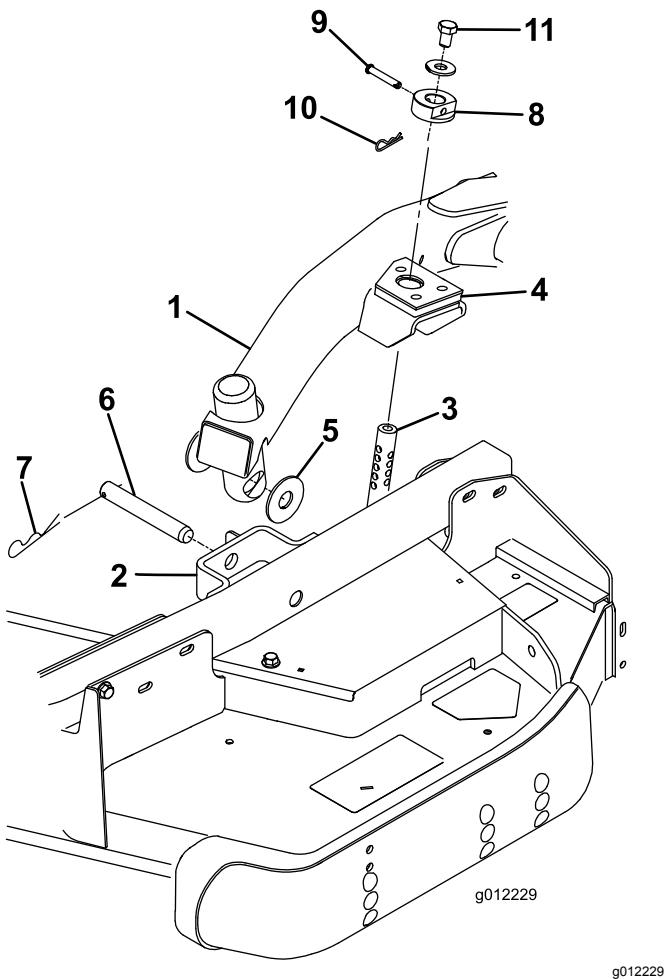

Figura 23
4. Portate la leva di sollevamento in posizione FLOAT. Spingete in basso un braccio di sollevamento fino a quando i fori nel braccio di sollevamento non sono allineati ai fori nella staffa del braccio della ruota orientabile e non potete inserire l'asta dell'altezza di taglio nei cuscinetti del braccio di sollevamento (Figura 23).
5. Fissate il braccio di sollevamento al braccio della ruota orientabile con 2 rondelle di spinta, un perno con testa e una coppiglia a forcina. Posizionate le rondelle di spinta tra il braccio di sollevamento e la staffa del braccio della ruota orientabile (Figura 23). Inserite l'estremità della coppiglia nella scanalatura nell'aletta del braccio della ruota orientabile, per fissare la coppiglia.
9. Montate i collari dell'altezza di taglio sulle aste dell'altezza di taglio e fissate con i perni con testa e le coppiglie (Figura 23). Collocate la testa del perno rivolta verso la parte anteriore del piatto.
10. Montate un bullone ($\frac{1}{2}'' \times \frac{3}{4}''$) e una rondella sulla sommità di ogni asta dell'altezza di taglio (Figura 23).